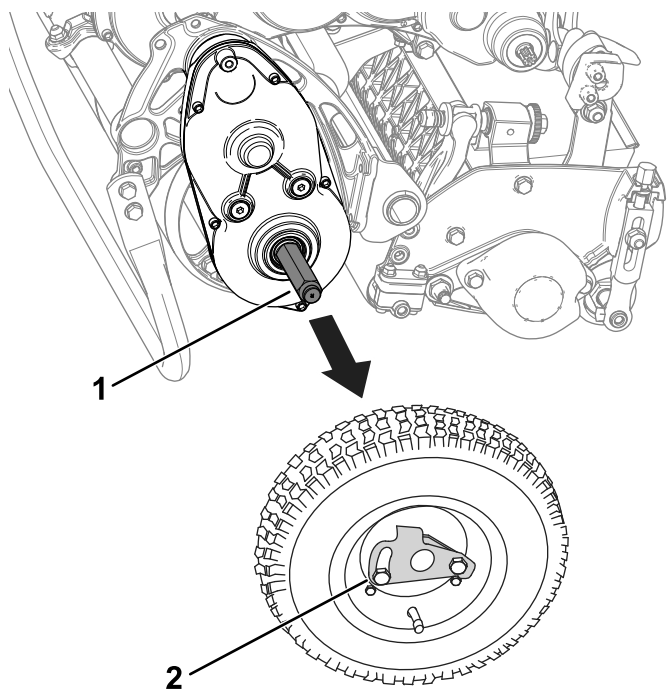

Рисунок 16
3. Снимите транспортные колеса, для этого отожмите стопоры колес и отсоедините их от осей (Рисунок 16).